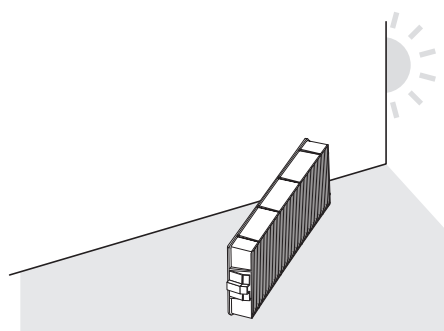

Fig. 2
- Sortez le filtre à air des languettes du projecteur tout en appuyant légèrement vers l'intérieur sur la poignée au centre du cadre, sur le côté de la borne de connexion (arrière) comme l'indique la flèche, puis retirez le filtre à air. (Fig. 2)
2) Séchez le filtre à air. (Fig. 2)
- 3) Retirez la lampe. (Fig. 2)**